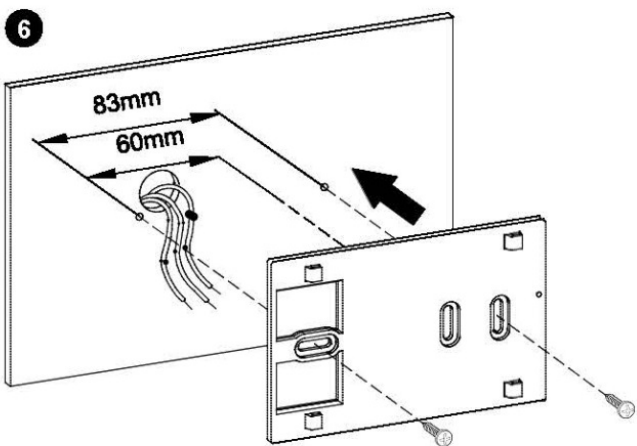

Fig. 7
- 4) Fäst bottenplattan mot vägg genom hålen (c/c 60 eller 85mm) enligt fig. 7.